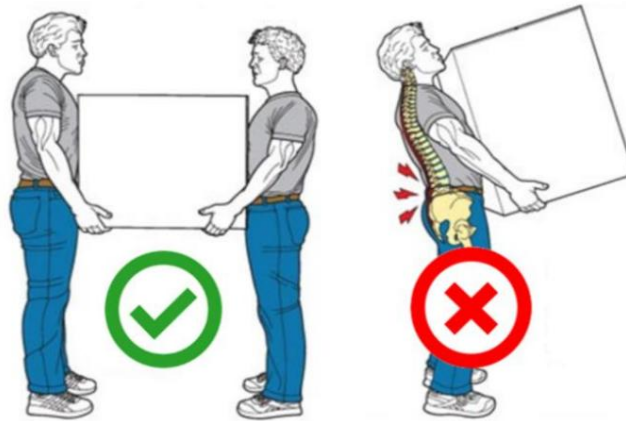

Fig. 6-5 - Técnica de manipulación
- Asegúrese de que al menos dos operadores manejen el levantamiento de cargas voluminosas (Fig. 6-5);